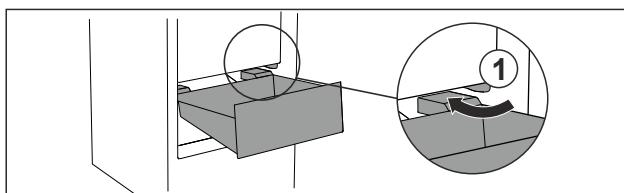

Fig. 73
- Обойдите стопор Fig. 73 (1) выдвижного ящика под наклоном.